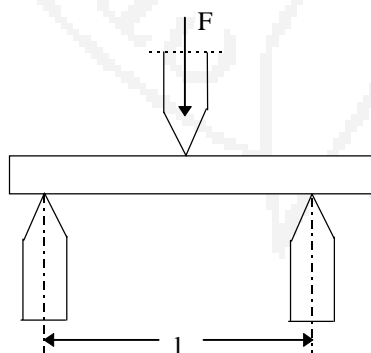

Bild 1: 3-Punkt-Biegeversuch
- 3.1 Beim **3-Punkt-Biegeversuch** wird der mit nur **einer** Druckfinne versehene Biegestempel in der Mitte zwischen den beiden Auflagern auf die Stabprobe aufgesetzt (siehe Bild 1). Die Durchbiegung wird mittels Messuhr bestimmt.